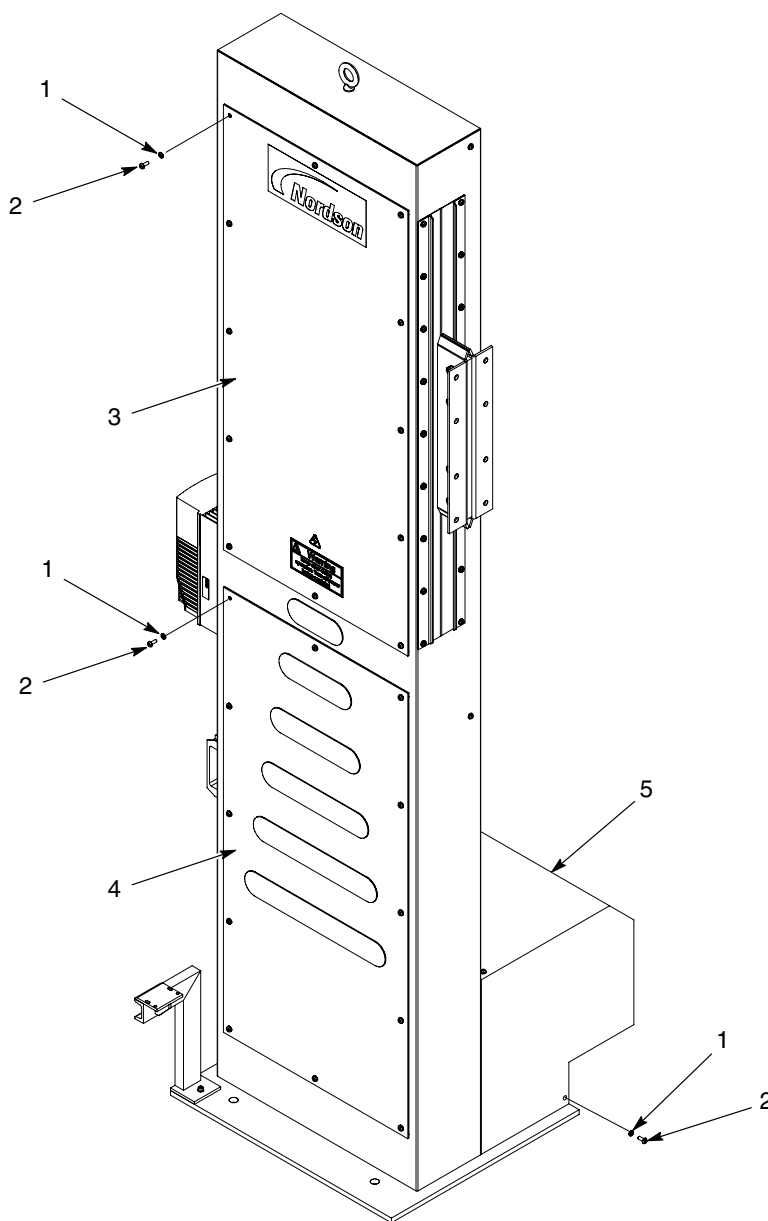

Figura 11 Demontarea capacelor
1. A se vedea Figura 11. Eliminați șuruburile (2) și șaibele de blocare (1) de la panoul respectiv (3, 4) sau capacul motoreductorului (5) pentru a avea acces la partea oscilatorului.